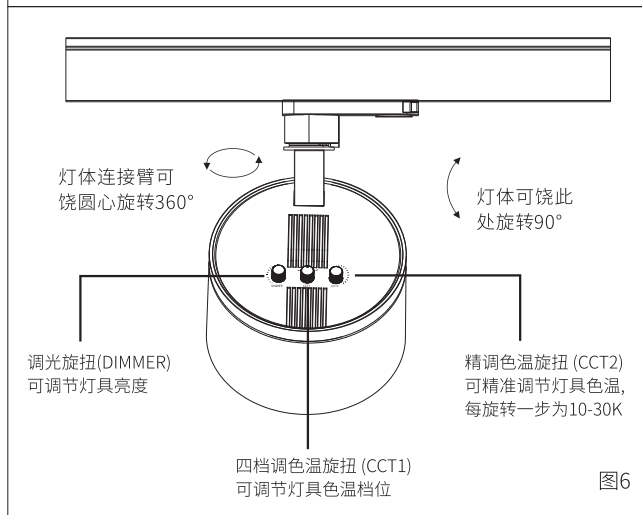

图6
8. 灯具安装好后, 灯体可水平旋转和垂直旋转, 旋转旋钮可调光或调色(图6);